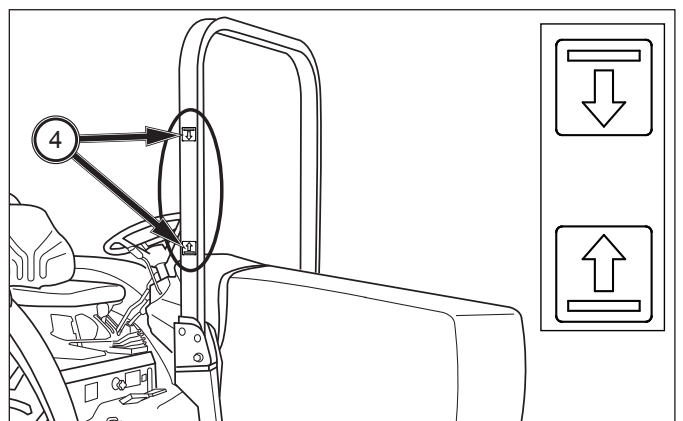

ABB. 107
ABB. 107: Der obere Teil (3) des Überrollschutzaufbaus kann durch Einsetzen des Verriegelungsstifts (1) und des Stifts (2) in heruntergeklappter Position fixiert werden.